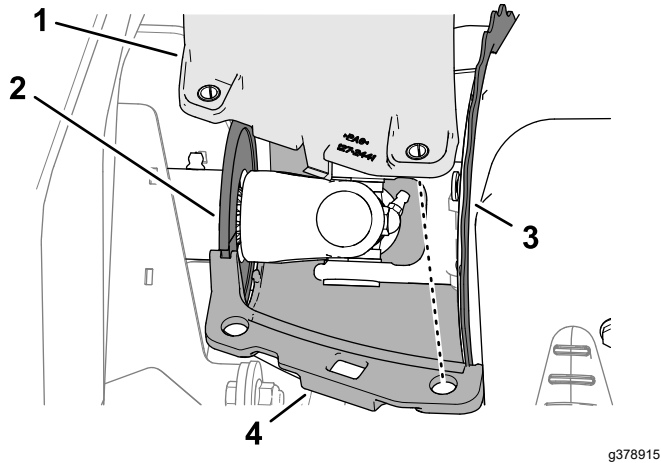

Bild 70
1. Richten Sie die Nuten in den oberen und unteren Kühlluftabdeckungen des Generators mit der Bürstendichtung der Antriebswelle und dem Flansch des Generatordeckels aus (Bild 70).